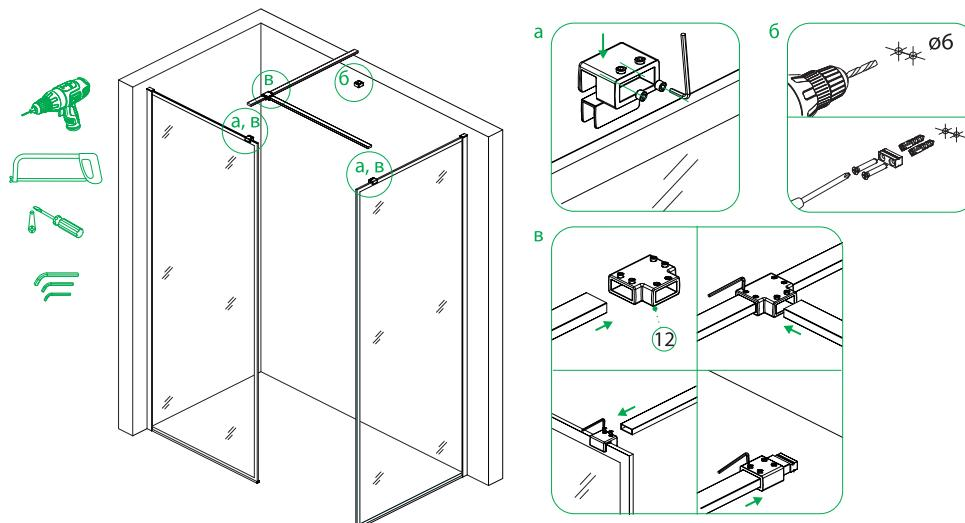

Рис. 10/10-сур.
8. После чего необходимо закрепить профиль жесткости изделия. Коннекторы профиля со стеклом обычно устанавливаются на расстоянии 10-15 см от торца закаленного стекла — закрепите их (рис. 10-а).
9. Просверлите в стене отверстия для коннектора профиля со стеной напротив коннектора профиля со стеклом (рис. 10-б). Закрепите профили жесткости, предварительно отрезав необходимую длину ножовкой согласно расположению держателей на стеклах и стене.
**Важно! Для сборки двух каркасов вам понадобится коннектор каркаса душевой перегородки Walk In, который приобретается отдельно (рис. 10-в).**